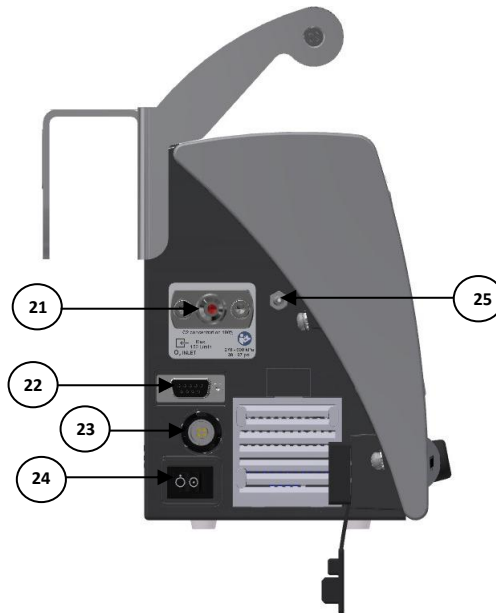

Figura 5: Vista lateral esquerda
- Ligue o dispositivo remoto, o ventilador na chave liga/desliga (Figura 5, item 24) e selecione o tipo de paciente.
Descrição de itens da Figura 5